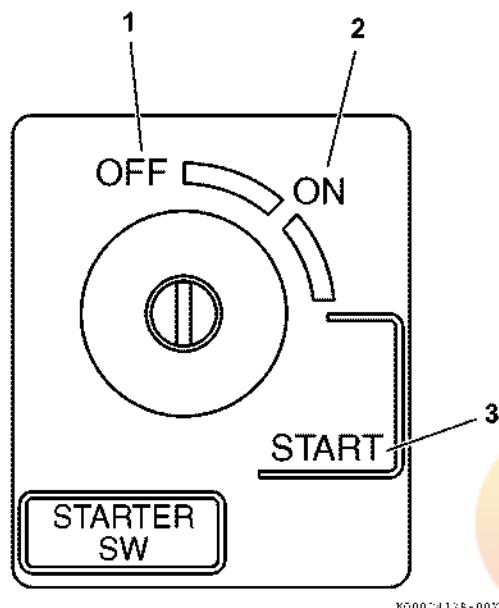

Рис. 34
**Положение OFF (ВЫКЛ.) (Рис. 34, (1)) .** Когда ключ в этом положении — двигатель останавливается. Отключается подача тока на аккумулятор, устройство аварийной остановки при низком давлении масла и другие электрические устройства прекращают работу. Ключ следует вставлять в это положение и вынимать из него.
**ON (ВКЛ.) (Рис. 34, (2))** Ключ находится в этом положении, когда двигатель работает. После запуска двигателя ключ автоматически возвращается в это положение.
**START (ПУСК) (Рис. 34, (3))** Поверните ключ в это положение, чтобы завести двигатель. Как только двигатель заведется, отпустите ключ, и он автоматически возвратится в положение ON (ВКЛ.).